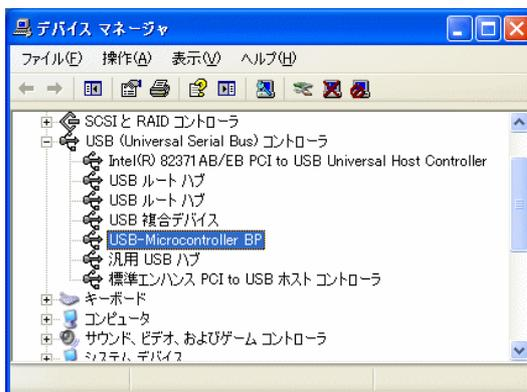

図 18 Windows XP のドライバインストール確認
- ⑧ 図 18 のように「デバイスマネージャ」の画面に「USB-Microcontroller BP」(または、「USB-Microcontroller SP」と表示されれば、ドライバが正しくインストールされています。